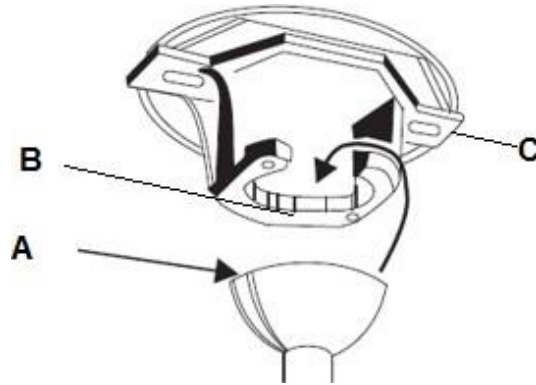

Fig. 7
**FAN WITH DOWN ROD (Fig. 7)**